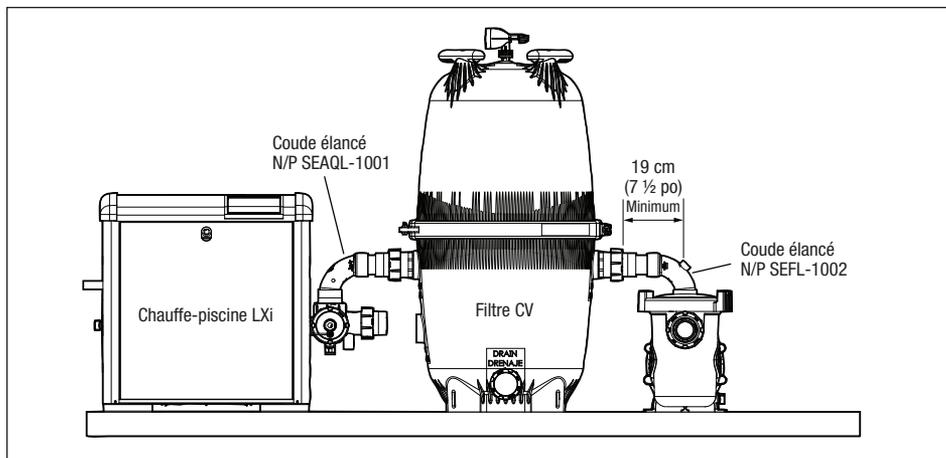

Figure 8. Chauffe-piscine LXi, Installation du filtre CV et du coude élargi de la pompe SHP
- S'assurer qu'il y a une distance minimale de 18,75 cm (7 ½ pouces) entre le centre de l'orifice de sortie de la pompe et la paroi du filtre d'entrée pour accueillir le(s) coude(s) élargi(s). Voir la Figure 8 pour la configuration d'installation recommandée.
REMARQUE : La pompe SHP illustrée à la Figure 8 est à titre de référence seulement. Le coude élargi Jandy est compatible également avec les pompes des séries MHP et PHP.